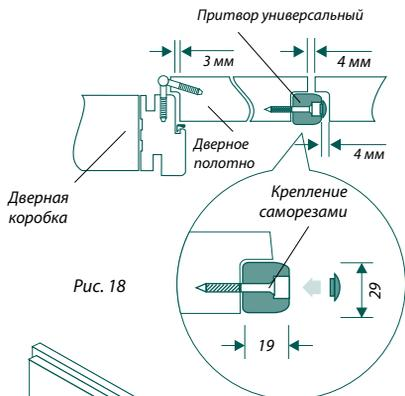

Рис. 18
4.5 При установке двустворчатой двери проверьте совпадение плоскостей створок и углов схождения полотен, зазор между полотнами 4 мм. Рис. 18.